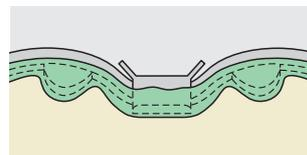
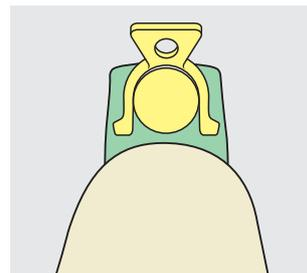

Fig. 5
Fig. 6
In seguito, scaricare sul modello circolarmente ed occlusalmente gli elementi pilastro e, dalla parte gengivale, la barra ed il cavaliere (Fig. 5). Accertarsi che le alette del cavaliere siano sufficientemente bloccate (Fig. 6) per mantenere la funzione elastica durante l'inserimento ed il disinserimento. Nel caso siano stati fusi dei rinforzi, posizionarli sopra il cavaliere e finire il lavoro in resina secondo le usuali tecniche di laboratorio.
4. Bloccare i sottosquadri della barra (Fig. 5)
6. Scaricare i sottosquadri della barra e le lamelle del cavaliere (Fig. 5 e 6)